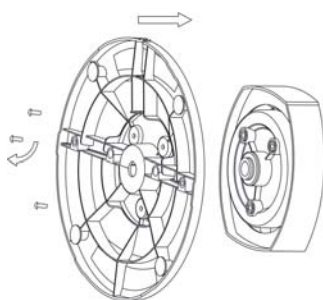

Рисунок 3
3. Совместите отверстия для винтов на подставке и корпусе и скрепите подставку с корпусом тремя винтами (E) (рисунок 3).